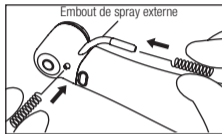

Fig. 22
- 1) Lorsque l'embout spray est obstrué ou que la pulvérisation ne sort pas uniformément de l'embout, nettoyez la partie interne de l'embout spray à l'aide d'un fil de nettoyage (Fig. 22).